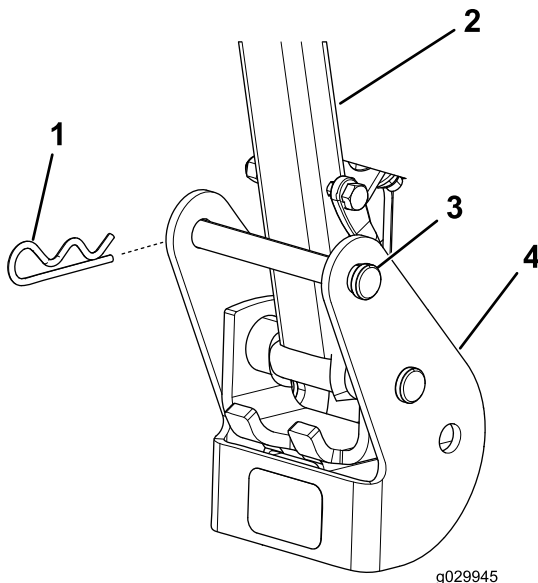

Рисунок 11
нижних отверстий сдвижного стопорного кронштейна (Рисунок 11).
- С. Вставьте шплинтуемый штифт в верхние отверстия сдвижного стопорного кронштейна (Рисунок 11) и зафиксируйте шплинтуемый штифт игольчатым шплинтом.